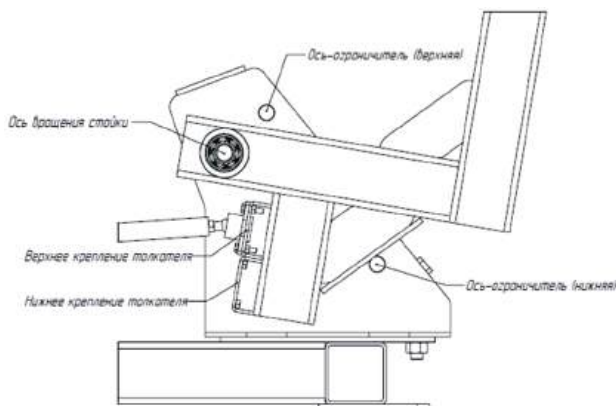

Рис. 16. Схема установки осей и толкателя
- установите стойку (поз. 3) в кронштейн и зафиксируйте её осью (поз. 7). Установите две оси, ограничивающие угол поворота стойки (см. рис. 16). Оси фиксируются с противоположной стороны кронштейна при помощи шплинтов (поз. 12);
- установите толкатель (поз. 4) в одно из креплений на стойке (см. рис. 16) и прикрутите его двумя болтами М8 (поз. 8). Нижнее крепление предназначено для работы с арматурой диаметром от 3 до 6 мм, верхнее – для работы с арматурой диаметром от 8 до 14 мм;